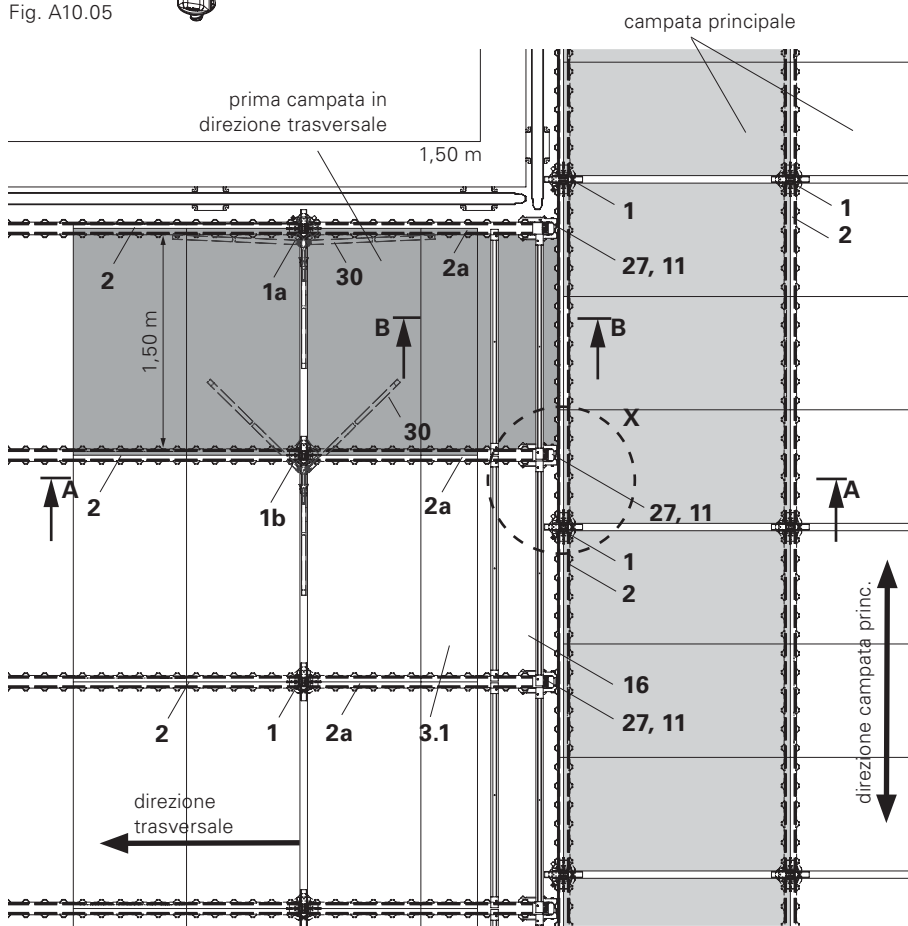

Fig. A10.06
(Fig. A10.06 + A10.06a)
3. Montare la seconda testa a caduta SDFK alla distanza di 1,50 m. (Fig. A10.06)
4. Nella campata trasversale montare un puntello con testa a caduta SFK (1a). (Fig. A10.06)
5. Posizionare il secondo puntello con testa a caduta SFK (1b) e stabilizzare i puntelli con treppiede (30). (Fig. A10.06)
6. Agganciare la trave longitudinale SLT 150 / 225 (2a) nelle teste a caduta. (Fig. A10.06, A10.08, A10.08a)
Procedere con le successive campate trasversali lungo la trave longitudinale SLT 225 seguendo la stessa procedura adottata per la prima campata. (Fig. A10.06)
3. Agganciare l'appoggio frontale SSL (11) alla trave SLT nell'area di compensazione. Montare l'orditura SRT 150-2 (9), i travetti SPH 225 (12) e i pannelli (16) di adattamento; v. Capitolo A5 Compensazioni. (Fig. A10.06, A10.06a, A10.08a)